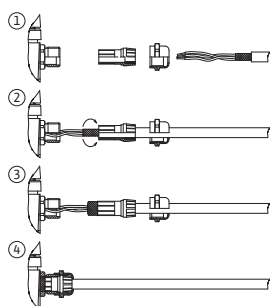

Fig. 31: Schermklem
Het scherm wordt via de kabeldoorgang met de elektronicamodule verbonden. Zie Fig. 31.
De kabel van de digitale ingang, analoge ingangen en buscommunicatie moeten via de metalen kabelschroefverbinding van de kabeldoorgang (Fig. 23, pos. 4, 5 en 6) zijn afgeschermd. Zie voor afscherming Fig. 31.